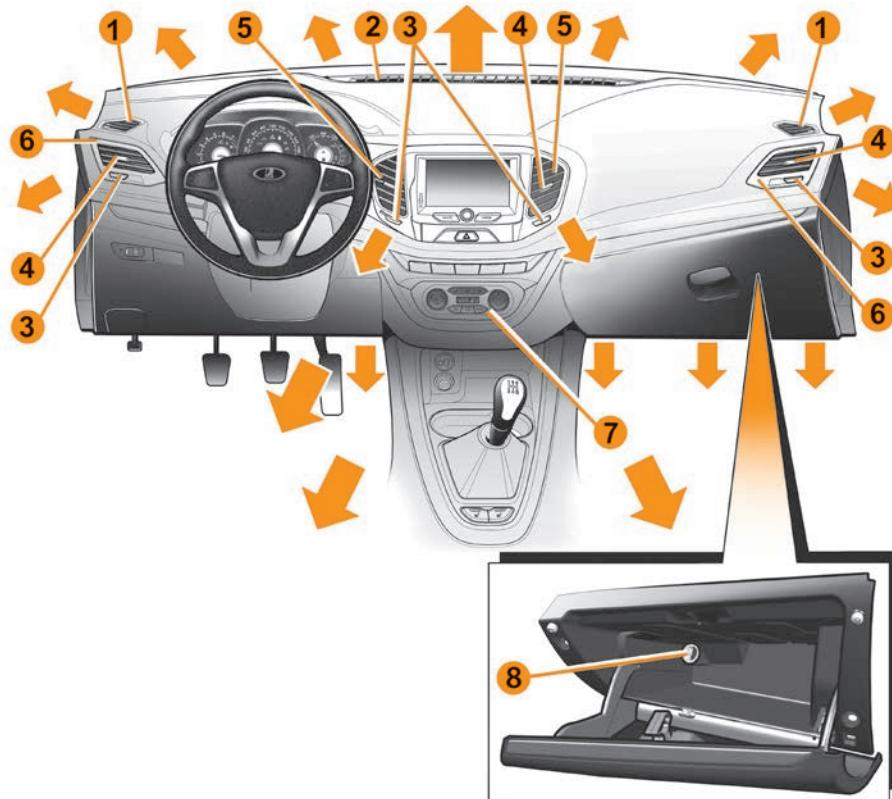

Рис. 3. Органы управления системой вентиляции и отопления салона
- 1** – сопла обдува (обогрева) боковых стекол (рис. 3);
- 8** – поворотная заслонка воздуховода охлаждения вещевого ящика (рис. 3). Функция охлаждения доступна в автомобилях с климатической системой «Комфорт» и «Люкс».
В **тёплое время года** рекомендуется направлять воздух в регулируемые сопла **5** и **6** (см. рис. 3) на панели приборов для лучшей вентиляции салона. Установите среднюю или максимальную скорость воздушного потока для эффективного удаления избытков тепла из салона. Нажмите кнопку  **2**, установите комфортное направление потока воздуха из сопел с помощью рукояток регулировки **4**. Установите минимальную температуру поступающего воздуха, при необходимости отрегулируйте температуру.